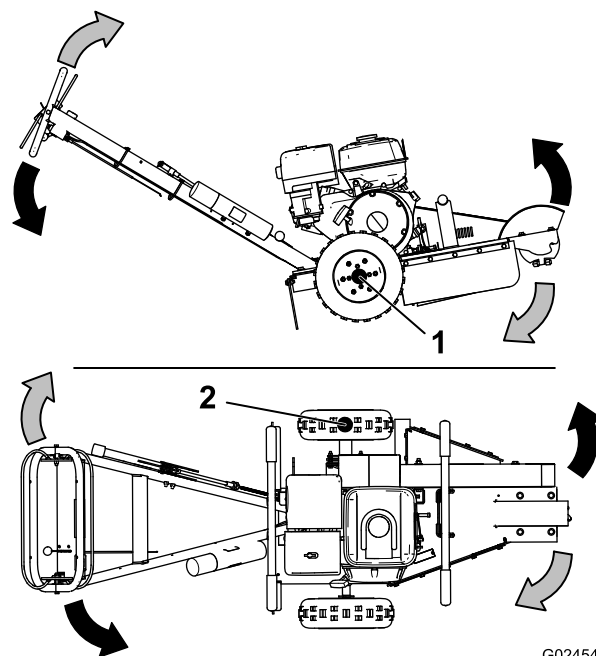
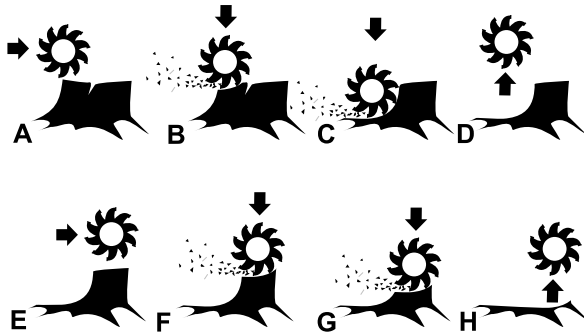

Figure 8
Figure 9
- Appuyez sur le guidon pour soulever le disque de coupe du sol (Figure 8).
- Écartez le disque de coupe de côté (Figure 8), puis abaissez-le d'environ 1 à 2,5 cm (1/2" à 1") dans le coin supérieur avant de la souche. Déplacez le disque de coupe d'avant en arrière, en l'abaissant d'environ 1 à 2,5 cm (1/2" à 1") avant chaque déplacement, jusqu'à ce que la partie avant de la souche soit rabotée au niveau du sol (A à D à la Figure 9).
7. Répétez les opérations 5 et 6 jusqu'à ce que la souche ait complètement disparue (E à H à la Figure 9).